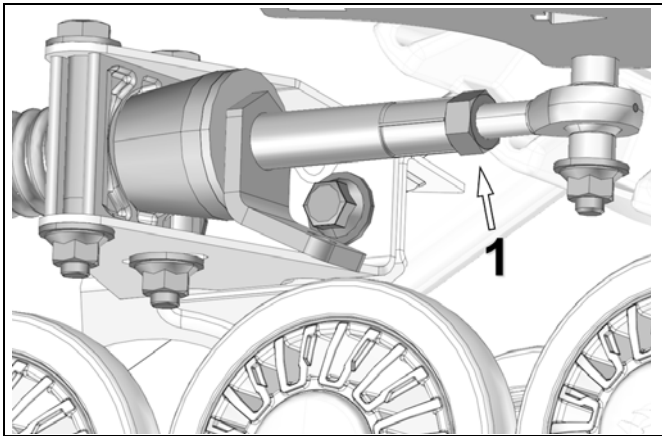

Abbildung 19
- Gegenmutter (1) nach erfolgter Einstellung wieder mit einem Anzugsmoment von 40 N•m [30 lb•ft] festziehen. Siehe Abbildung 19.